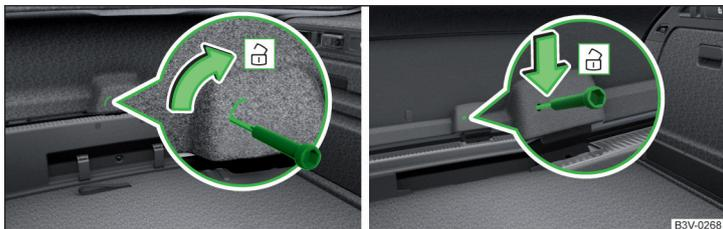

Fig. 262 Déverrouillage du coffre variante 1 / variante 2
- Insérez un tournevis ou un outil similaire dans l'ouverture de l'habillage » fig. 262 jusqu'en butée.